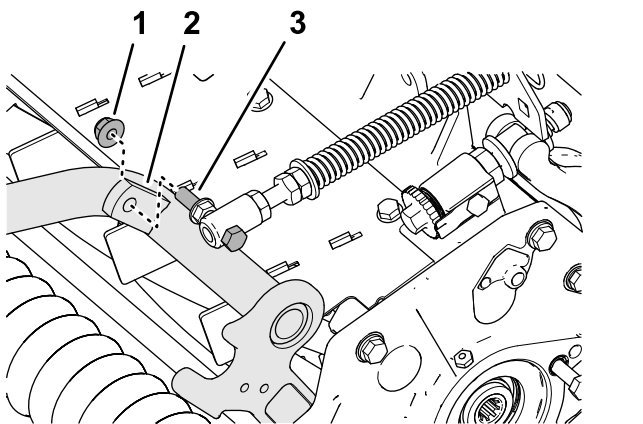

Figura 10
4. Monte el tornillo del muelle de compensación del césped en la pestaña derecha del bastidor de tiro (Figura 10) con la contratuerca con arandela prensada (3/8").